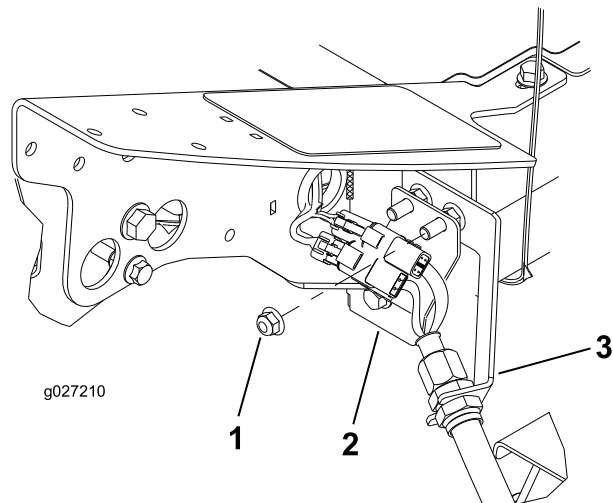

Figura 11
2. Bullone di fissaggio (2)
3. Inserite la piastra del connettore sui bulloni di montaggio di supporto con i connettori posizionati come illustrato in Figura 11.
1. Nell'angolo anteriore sinistro del telaio (posizione dell'apparato di taglio n. 4) togliete il dado a testa flangiata aggiuntivo sul bullone che fissa la staffa di supporto alla macchina (Figura 11).